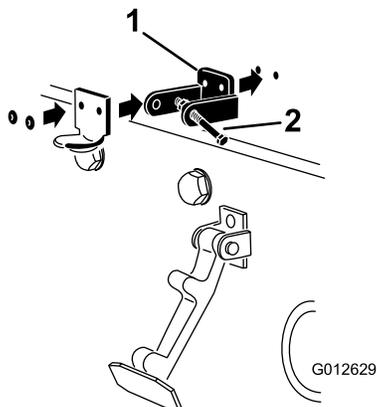

图 33
3. 对准安装孔的同时将 CE 锁定支架和机罩门锁支架放到机罩上。锁定支架必须紧贴机罩 (图 33)。不要从锁定支架臂卸下螺栓和螺母总成。
5. 用铆钉将支架和垫圈铆定到机罩 (图 33)。